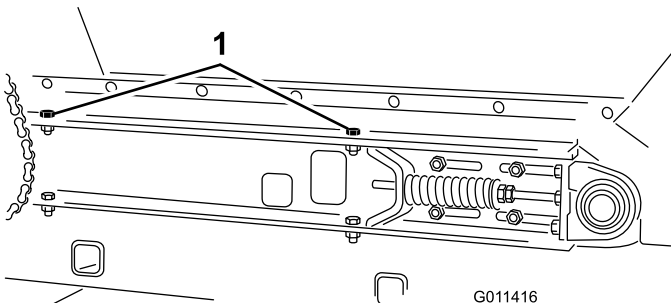

Figura 32
- 4. Rimuovete le (2) viti a testa cilindrica, le rondelle e il dado, su ogni lato della macchina, che fissano la tramoggia al pianale scorrevole (Figura 32).